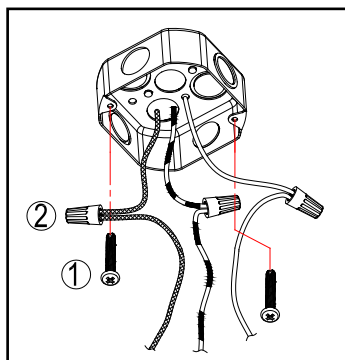

Figure 2
3. Connecter les fils noir et blanc du luminaire avec les fils de la même couleur dans la boîte de jonction avec des capuchons de connexion. Raccorder le fil de mise à la terre du luminaire avec celui de la boîte de jonction avec un capuchon de connexion (voir figure 2).